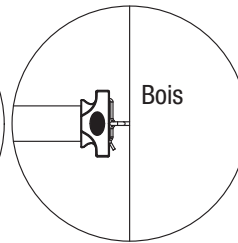

Figure 3
3. La borne à œillet peut être utilisée pour fixer le ruban sur des parois en bois ou en maçonnerie à l'aide d'une cheville à expansion si nécessaire. (fig. 3 et 4)